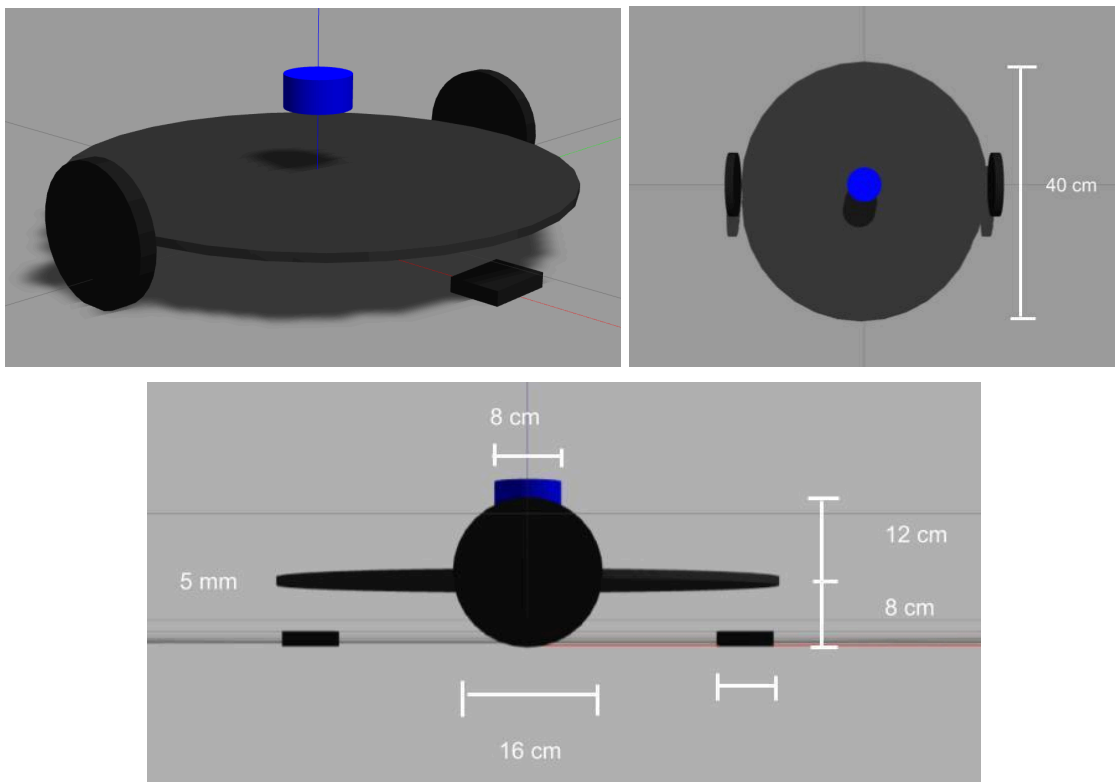

Figura 1: Vista y medidas del robot diferencial “aubot”.
1.1. (4 puntos) Crear modelo URDF de un robot diferencial, con el nombre “aubot”, como se muestra en la Figura 1. El modelo URDF debe poder simularse en gazebo, revisar que el robot se mueva de manera correcta usando Rviz. Para la creación de este robot puede guiarse de los siguientes modelos: